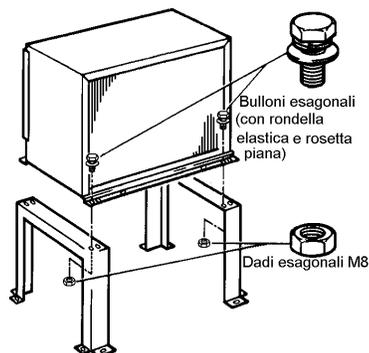

Fig. 7
- 1) Fissare i pedini sul condensatore con otto bulloni esagonali M8 x 16 mm e dadi M8, come illustrato. V. Fig. 7.